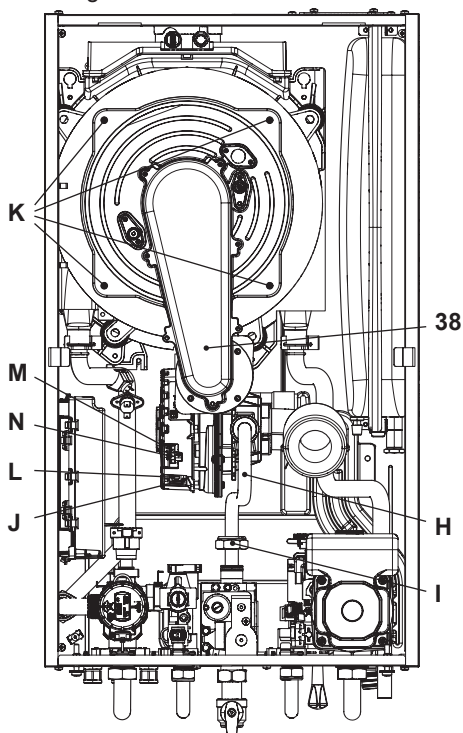

Figura 9.11
Rimozione del gruppo bruciatore ventilatore 38 in Figura 9.11.
- Inserire un cacciavite piano nella rientranza **J** del connettore **L** e fare leva verso il basso, contemporaneamente scollegare il connettore **L** tirandolo frontalmente (Figura 9.11).
- Scollegare il connettore del ventilatore **M** premendo il gancio in plastica **N** posizionato nella parte sottostante del connettore (Figura 9.11).
- Svitare i dadi **K** e rimuovere il gruppo bruciatore ventilatore 38 (Figura 9.11)